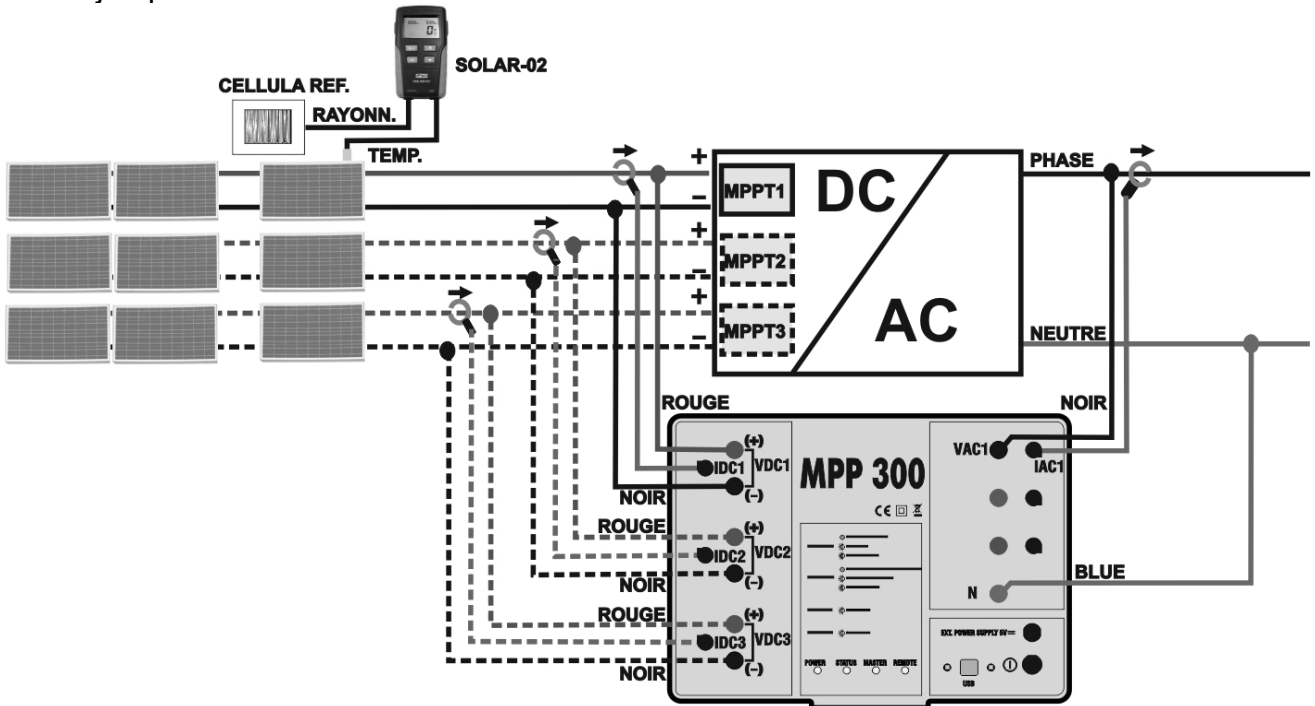
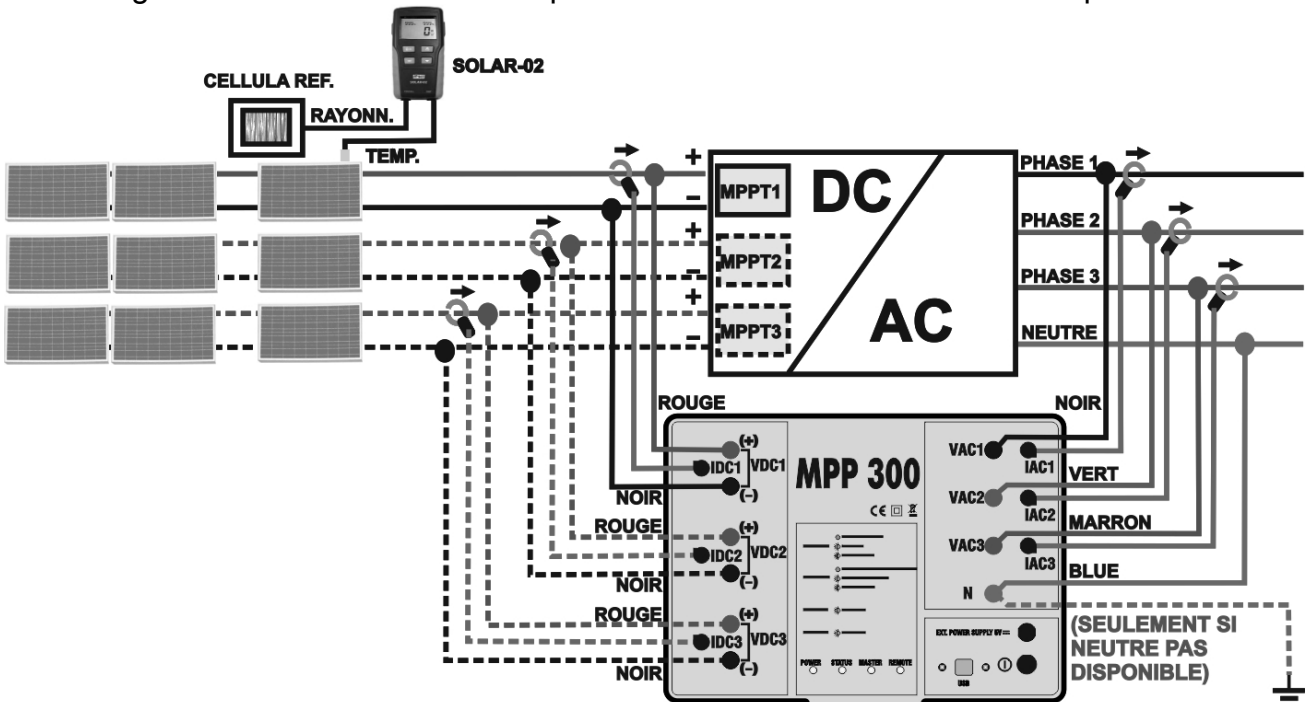

Fig. 5 : Connexion du MPP300 pour essai d'une installation PV Monophasée
Fig. 6 : Connexion du MPP300 pour essai d'une installation PV Triphasée
7. Connecter les entrées **VDC1(+)** et **VDC1(-)** de l'unité **MPP300** aux bornes de sortie de la chaîne en respectant les polarités et les couleurs indiquées à la Fig. 5 ou la Fig. 6.
10. Insérer la pince de courant DC sur le conducteur positif de sortie de la chaîne **en respectant la direction de la flèche** se trouvant sur la pince même comme il est indiqué à la Fig. 5 ou à la Fig. 6. Placer le toroïde de la pince le plus loin possible de l'inverseur et du conducteur négatif de sortie de la chaîne même.
12. Connecter les entrées **VAC1** et **N** de l'unité **MPP300** respectivement aux conducteurs de Phase et Neutre en respectant les polarités et les couleurs indiquées à la Fig. 5 ou la Fig. 6. En cas d'installations triphasées où le conducteur de Neutre n'est pas disponible, connecter l'entrée **N** à la Terre.
14. Connecter la pince AC sur le conducteur de Phase L1 **en respectant la direction de la flèche** se trouvant sur la pince même comme il est indiqué à la Fig. 5 et la Fig. 6. Placer le toroïde de la pince le plus loin possible de l'inverseur et du conducteur Neutre. Connecter la sortie de la pince à l'entrée **IAC1** du MPP300.